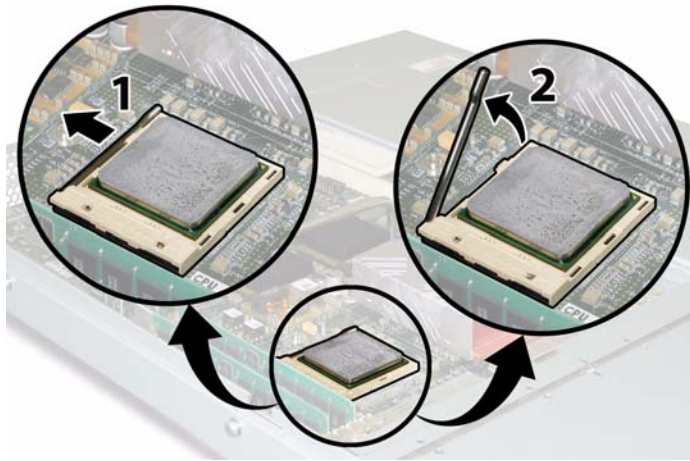

ABBILDUNG 3-46 Entriegeln des Feststellhebels des CPU-Sockels
- c. Ziehen Sie den Feststellhebel des Sockels ein wenig vom Sockel weg. Siehe ABBILDUNG 3-46.